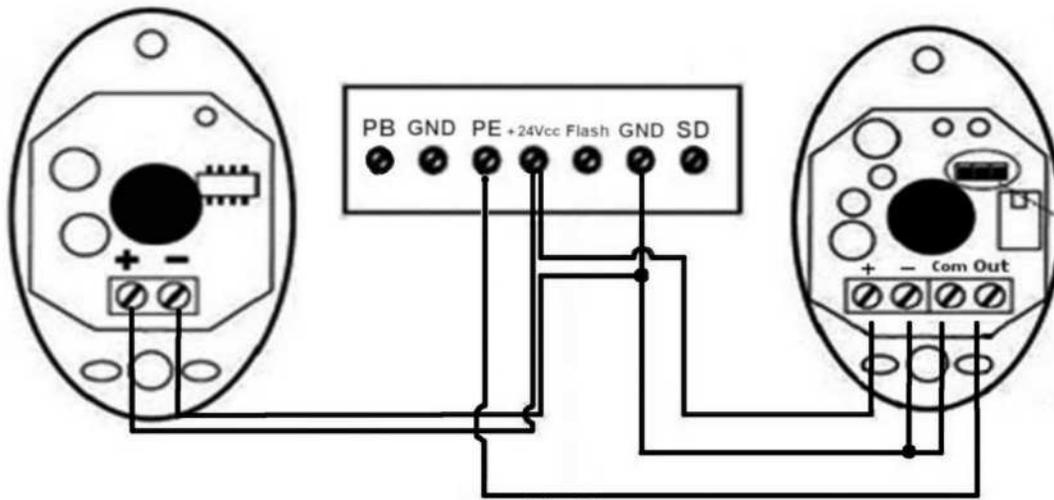

Fig.61
Las fotoceldas infrarrojas utilizan el contacto normalmente cerrado y debe estar conectado como se indica en la Fig.60 y Fig.61.
9.4.-Conexión de las Foceldas (Opcional), (Fig.61)